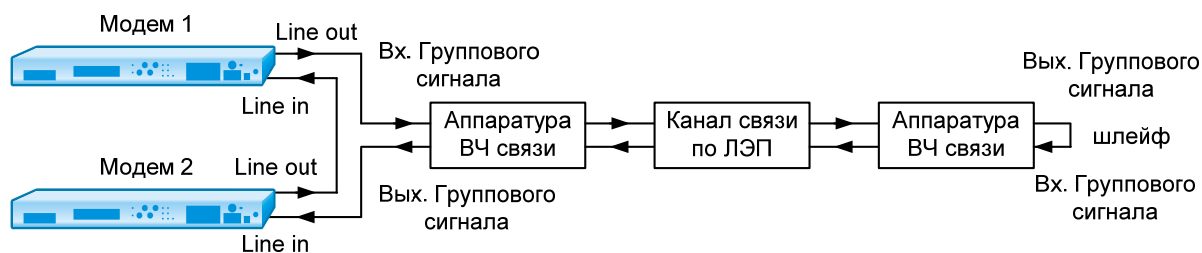

Рис. 7. Схема проверки работы модемов версии ЛЭП по шлейфу.
Тестирование работы двух модемов версии ЛЭП, размещенных на одном из ее концов, выполняется при подключении по схеме, приведенной на Рис. 7.
1. Соединить модемы в соответствии со схемой, соответствующей версии модема (см. Рис. 7). Здесь при организации шлейфа в аппаратуре ВЧ связи важно обеспечить согласование уровней передачи и приема группового сигнала.
Внимание! в приемнике модема 2 при преобладании в тракте импульсных помех, что обычно имеет место, фиксируется удвоенное количество ошибок, по сравнению с ожидаемым при работе модемов, установленных на концах трассы. Это объясняется тем, что работа приемника модема 2 через шлейф по схеме (Рис. 7) равносильна работе через тракт удвоенной протяженности.